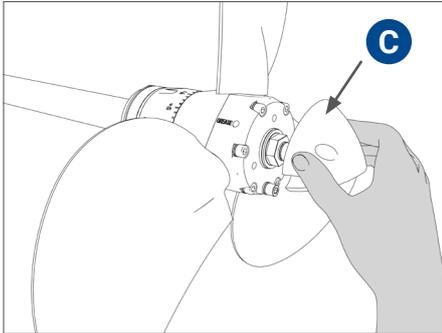

ABB. 18 Einsetzen der Anode „C“
- Setzen Sie die Anode ein **C** und befestigen Sie sie mit 3 Edelstahlschrauben **D** (Abb. 18 - 19 - 20).